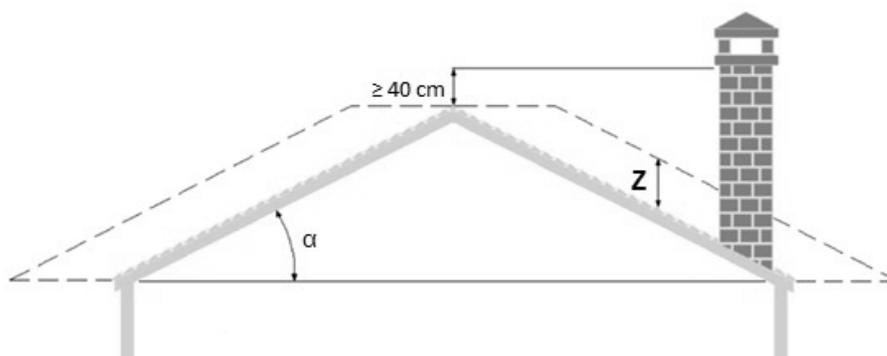

Fig. 6 - Zones de reflux
- Il faut éviter le positionnement de la sortie du terminal dans les zones de reflux (zones « z » dans la **Fig. 6**) qui varient en fonction de l'inclinaison du toit.
LÉGENDE	Fig. 6